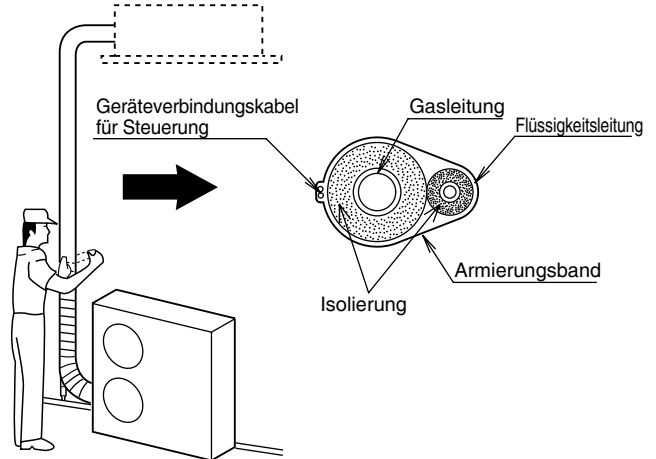

Abb. 7-12
- (1) Die Kühlmittelleitungen (und die elektrischen Kabel, falls die örtlichen Vorschriften dies erlauben) können nun mit Armierungsband gebündelt werden. Um zu verhindern, dass durch Kondensationsbildung die Auffangwanne überläuft, muss der Ablaufschlauch von der Kühlmittelleitung getrennt verlegt werden.
- (2) Das Bewehrungsband von der Unterseite der Außeneinheit bis zum Ende der Leitung am Eingang zur Wand anbringen. Beim Umwickeln das Band jeweils um eine halbe Bandbreite überlappen.
- (3) Die gebündelten Leitungen an der Wand befestigen, wobei im Abstand von ungefähr einem Meter jeweils eine Halterung zu verwenden ist. (Abb. 7-12)